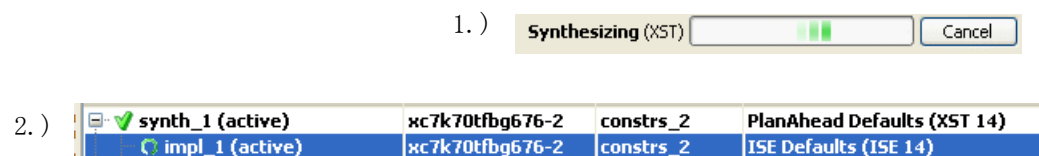

図 9-8 : run のステータス
進行中の run のステータスは、2 つの方法で表示されます。図 9-8 のように、ステータス表示には run が進行中であることが示されるほか、ここから必要に応じてキャンセルできるようになっています。
2. 図 9-8 の下部に示されるように、[Design Runs] ビューの run ステータスのインジケータには、run が進行中であることを示す円状の矢印が表示されます。run を選択してポップアップメニューから [Reset Run] をクリックすると、run をキャンセルできます。